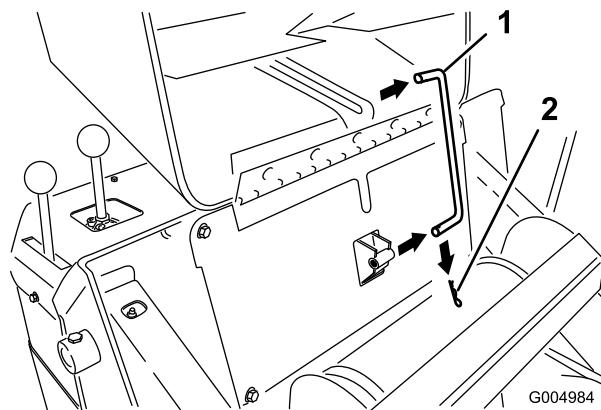

Figura 41
- Tirare la coppiglia a forcina dall'estremità dell'asta di supporto del cofano ed estrarre l'asta di supporto dalle staffe di bloccaggio (Figura 41).